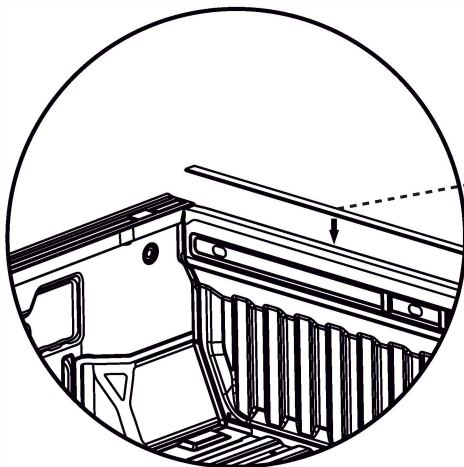

ABBILDUNG 2
3. Bringen Sie den Moosgummi auf der Ladefläche an (siehe Abbildung 2).